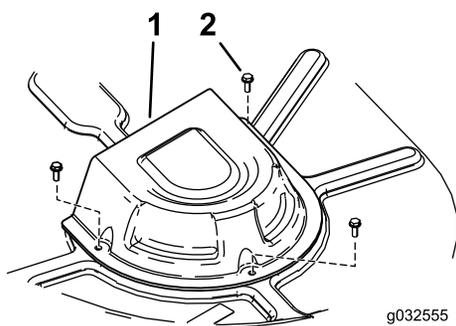

Figura 52
4. Per le macchine con piatto da 107 cm, rimuovete i coperchi delle pulegge (Figura 52).